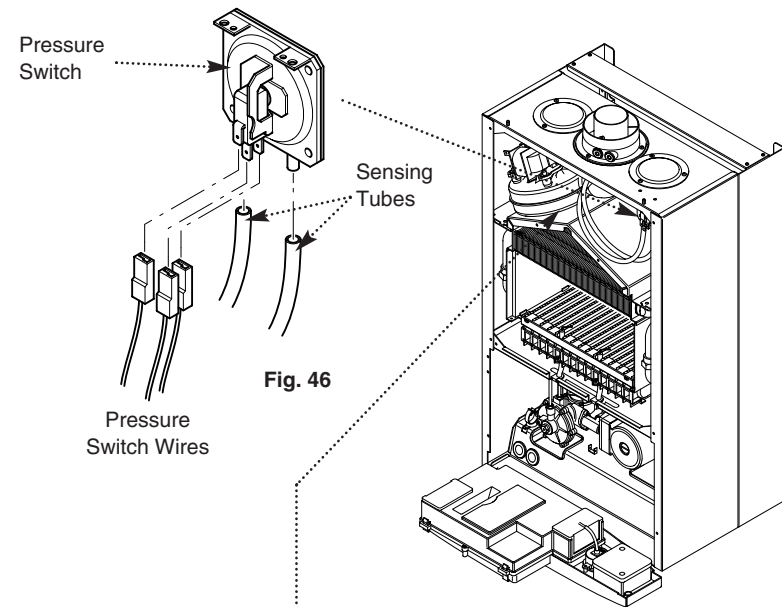

Fig. 46
12.1 Pressure Switch (Fig. 46)